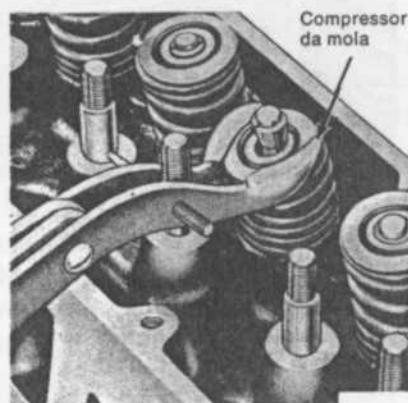

fig. 38
- Comprimir a mola da válvula (fig. 38); retirar as chavetas, luva, prato retentor e a mola